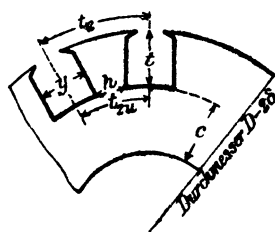

Fig. 174.
b) Rotor. Ist t_2 die Nutenteilung an der Oberfläche des Rotors, dessen Durchmesser also $D - 2\delta$ ist (Fig. 174), so ist bei k_2 Nuten